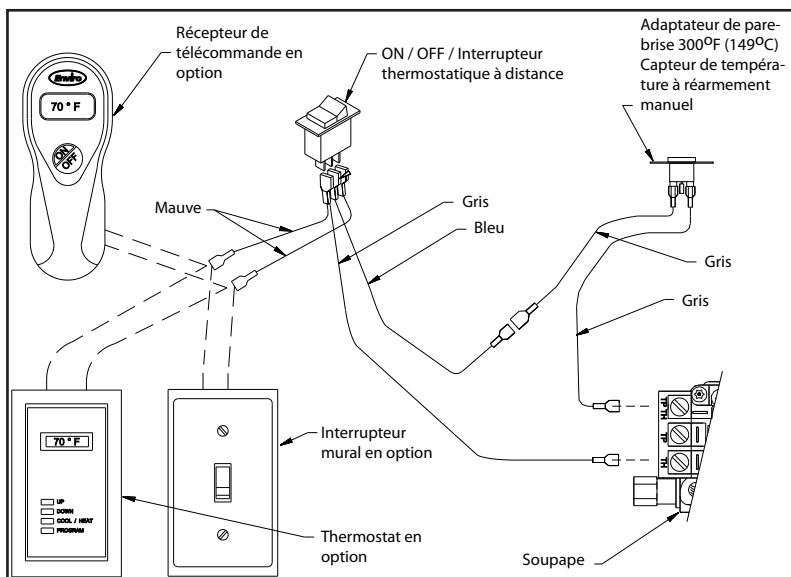

Figure 37: Schéma de câblage pour le raccordement électrique
2. Déconnectez les câbles de l'interrupteur de déversement du IFC (Figure 37).